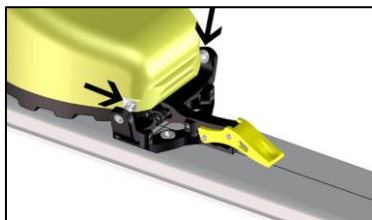
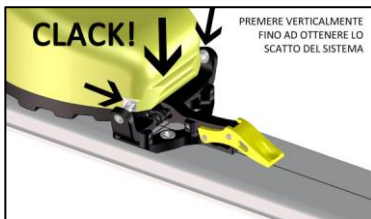
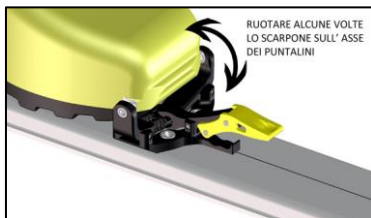

FIGURA 7
FIGURA 8
FIGURA 9
- Avvicinare la punta scarpa al puntale, portando le due sedi dell'inserto metallico anteriore dello scarpone in corrispondenza dei puntalini di aggancio dell'attacco (**FIGURA 7**). Da questa posizione, premere la punta scarpa verso il basso (verticalmente) generando lo scatto del sistema elastico che andrà a chiudersi sullo scarpone (**FIGURA 8/9**). Far oscillare poi alcune volte lo scarpone sull'asse dei puntalini, per verificare il corretto accoppiamento scarpone attacco, come mostrato in **FIGURA 9**.